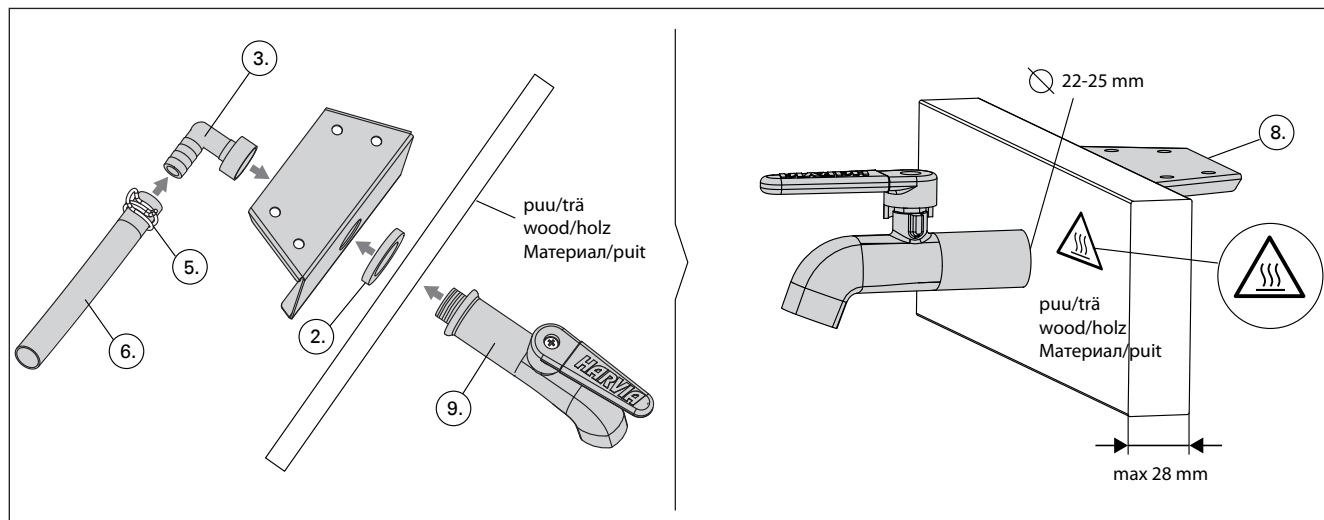

Рисунок 5.
- С. Сверление отверстия во внутреннем пространстве (макс. толщина дерева 28 мм) и установка в него кран (рисунок 5).